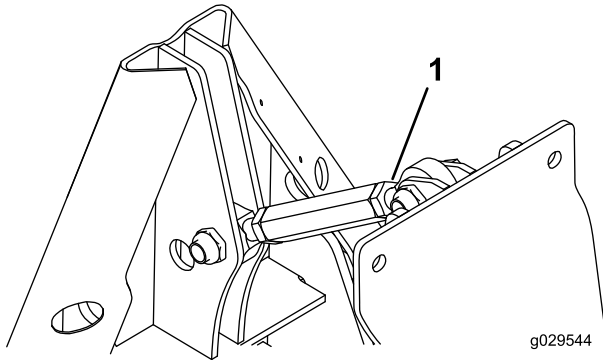

Bild 34
1. Lösen Sie die Klemmmutter am Gewindestift (Bild Bild 34).
2. Drehen Sie das Sechskantrohr ein, bis Sie den gewünschten Winkel erreicht haben (Bild Bild 34).
3. Ziehen Sie die Klemmmutter an, um die Position zu arretieren (Bild Bild 34).